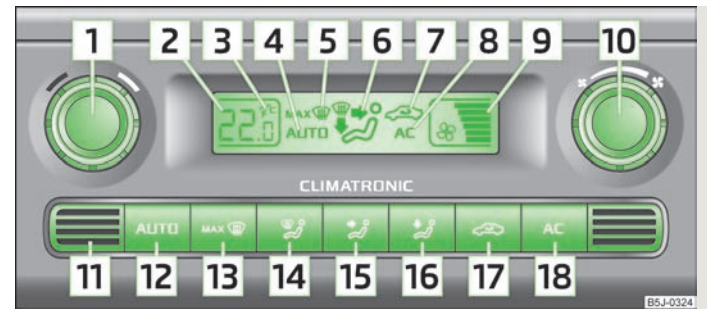

Abb. 74 Climatronic: Bedienelemente
- (AC) 18 » Abb. 74 eingeschaltet.
- Die Taste (AUTO) 12 » Abb. 74 drücken.
Gleichzeitig die Tasten (AUTO) und (AC) » Abb. 74 drücken und halten. Im Display erscheinen die Angaben in der gewünschten Temperatur-Maßeinheit.
Im unteren Teil des Gerätes befindet sich der Innenraumtemperatursensor **11** » Abb. 74. Den Sensor nicht überkleben oder überdecken, sonst könnte die Climatronic ungünstig beeinflusst werden.
- › Die Taste (AUTO) **12** » Abb. 74 drücken, im Display wird **AUTO** angezeigt.
- › Nach dem Einschalten der Zündung kann mit dem Drehregler **1** » Abb. 74 die gewünschte Innenraumtemperatur eingestellt werden.
- › Die Taste  **17** » Abb. 74 drücken, im Display erscheint das Symbol .
- › Die Taste  **17** » Abb. 74 erneut drücken, das Symbol  im Display erlischt.
- › Mit dem Drehregler **10** » Abb. 74 nach links (Gebläsedrehzahl verringern) bzw. rechts (Gebläsedrehzahl erhöhen) drehen.
➤ Die Taste  **13** » Abb. 74 drücken.
➤ Die Taste  **13** » Abb. 74 oder die Taste  erneut drücken.